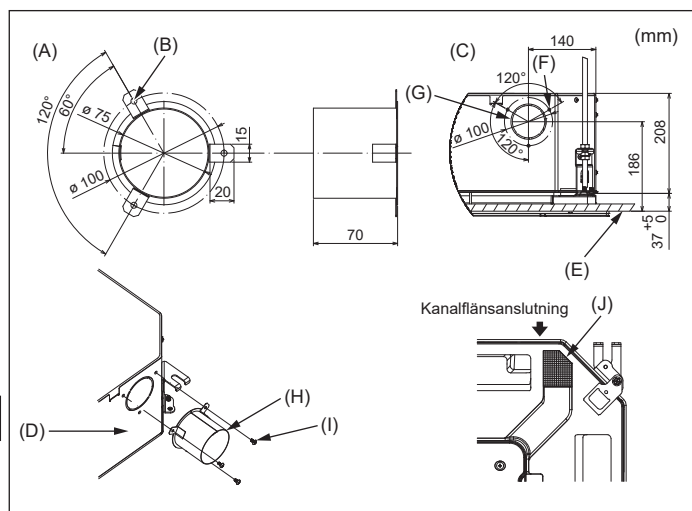

Fig. 4-4
4.4. Installation av kanal (om friskluftsintag finns) (Fig. 4-4)